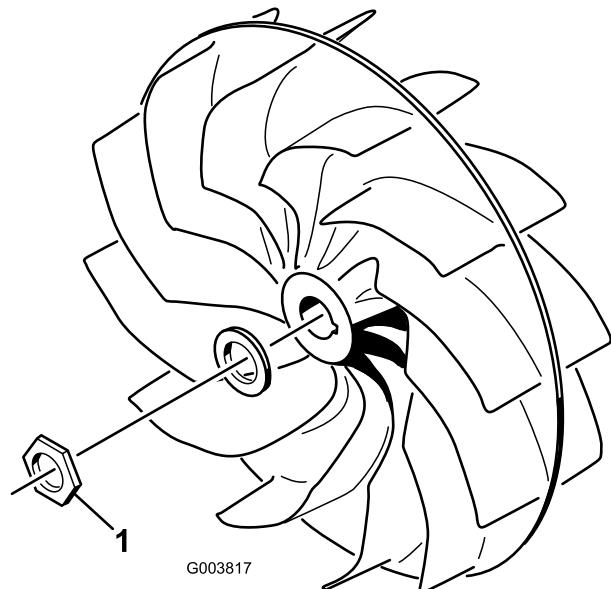

Figura 16
- A porca de montagem da ventoinha (Figura 16) deve ser apertada a 677 N·m.